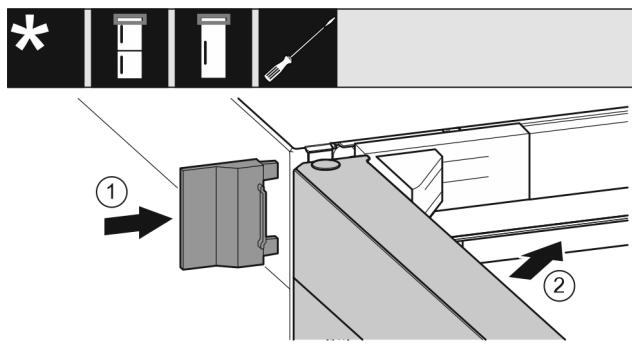

Fig. 21
- Potisnite zunanjji pokrov gor. Fig. 21 (1)
- Zaprite zgornja vrata. Fig. 21 (2)